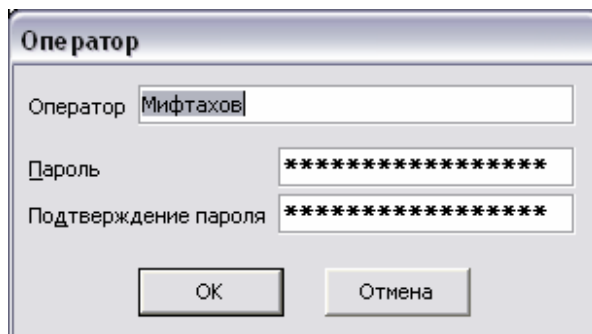

Рисунок 1.14
2. Установите курсор на запись с Ф.И.О. нужного оператора и нажмите клавишу [Enter] или кнопку , или выберите пункт меню «**Операторы ⇒ Изменить**». Откроется окно «**Оператор**» (рис.1.14), в котором отредактируйте данные и нажмите кнопку <ОК>.